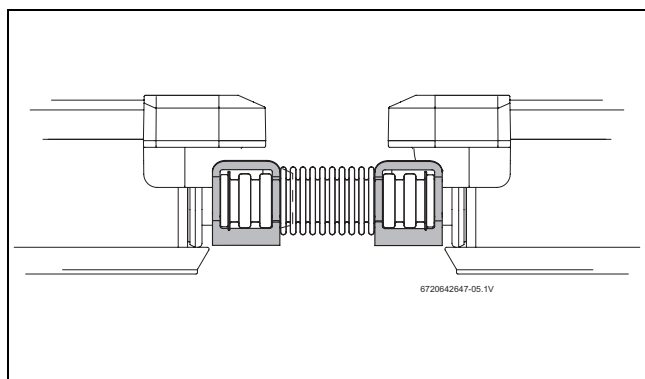

Fig. 42 Unión de tubo ondulado asegurada con abrazaderas
- Asegure cada caperuza de cierre con una abrazadera y cada unión de tubo ondulado con dos abrazaderas (Fig. 42).